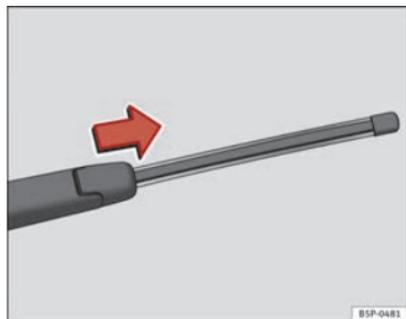

Fig. 131 Retrait du balai d'essuie-glace arrière
- Soulevez le bras de l'essuie-glace de la lunette arrière ⇒ fig. 131.
- Faites glisser l'adaptateur du balai dans le sens de la flèche et retirez le balai ⇒ fig. 131.